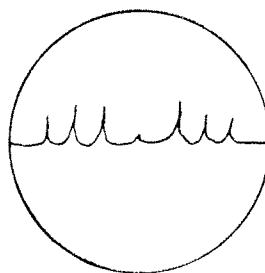

Bild 2
- 3.5.1.3 Öka oscillatorens nivå från min tills bärvågen försvinner första gången. Oscilloskopbildens ska likna bild 2. Kontrollera att nivån är -49,4 dBu. Om denna nivå inte erhålls ställ in oscillatore på -49,4 dBu. Justera med potentiometern HF DEV på modulatore 80854 genom att först vrida potentiometern till moturs ändläge och sedan sakta medurs tills bärvågen försvinner.
3.5.2.3 Öka oscillatorns nivå från min tills bärvågen försvinner första gången. Oscilloskopbilderna ska likna bild 2. Kontrollera att nivån är -36,4 dBu. Om denna nivå inte erhålls, ställ in oscillatorn på -36,4 dBu. Justera med potentiometern LF DEV på oscillator 80678 genom att först vrida potentiometern till moturs ändläge och sedan sakta medurs tills bärvågen försvinner.